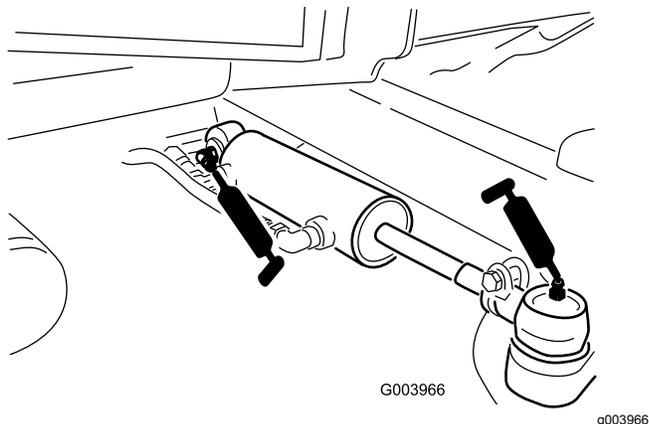

図 50
- ステアリングシリンダのボールジョイント 2ヶ所 図 50